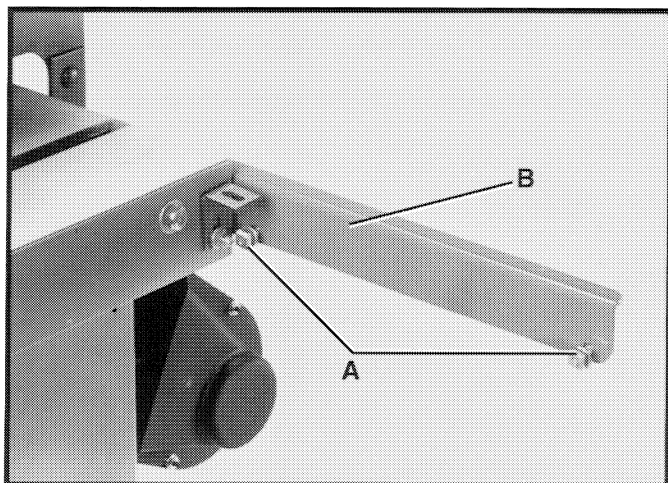
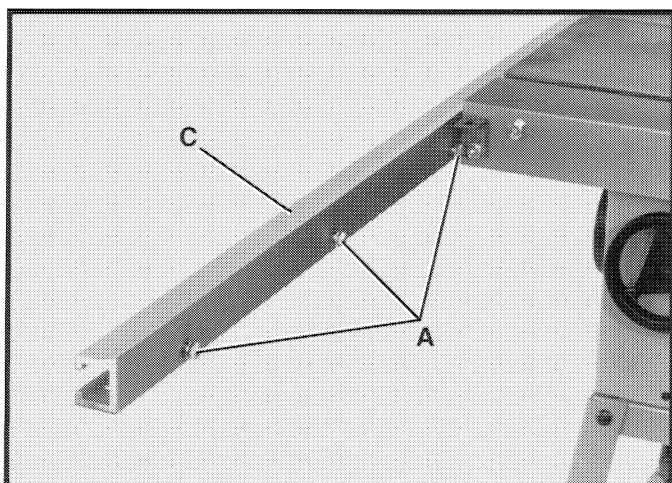
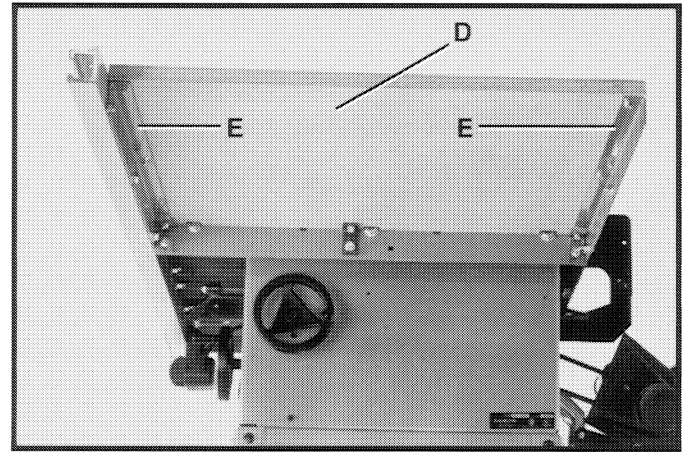
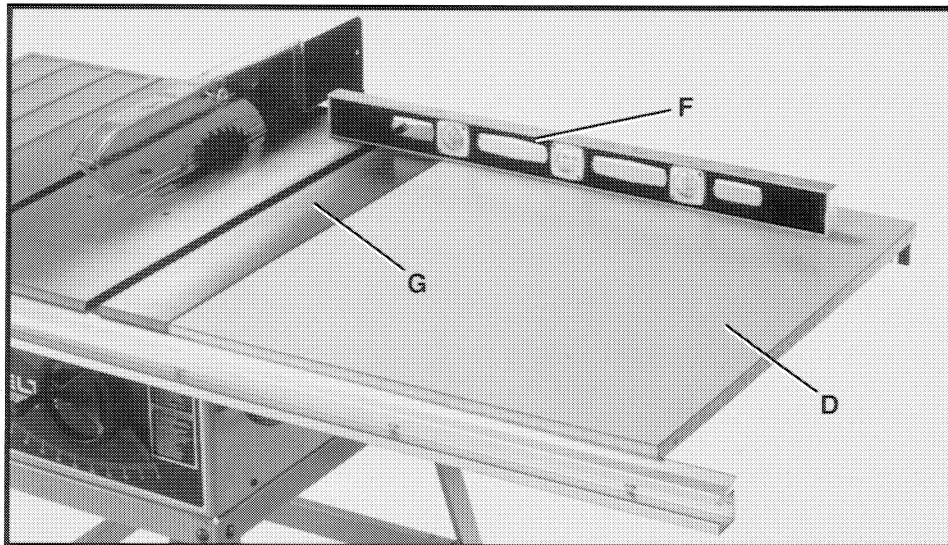

Fig. 38
Fig. 39
Fig. 40
Fig. 41
1. Ensamble flojamente dos pernos de carrocería de 1/4-20 x 3/4 pulg. de largo, arandelas planas de 1/4 pulg. y tuercas cuadradas de 1/4-20 (A) Fig. 38 al soporte trasero (B), como se ilustra aquí.
2. Ensamble flojamente tres tornillos de cabeza hexagonal de 1/4-20 x 5/8 pulg. de largo (A) Fig. 39, arandelas planas con diám. int. de 1/4 pulg. y tuercas cuadradas de 1/4-20 al riel de guía largo delantero (C) según se ilustra. Las tuercas cuadradas deben estar dentro del canal del riel de guía (C).
3. Coloque la mesa (D) Fig. 40 con los soportes delanteros y traseros de la mesa (E) entre el soporte trasero (B) Fig. 38 y el riel de guía delantero (C) Fig. 39. Las ranuras en los soportes de mesa (E) Fig. 40 deben caber entre la arandela plana (A) y el soporte de mesa (B) Fig. 38, y la arandela plana (A) y el riel de guía (C) Fig. 39.
4. Utilizando una regla (F), como se ilustra en las Figs. 41 y 42, ajuste la mesa (D) hasta que esté paralela con y en el mismo plano que la mesa de la sierra (G).
5. Cuando esté seguro de que la mesa (D) Figs. 41 y 42 esté nivelada con la mesa de la sierra (G), apriete toda la herramienta de ensamblaje ilustrada por debajo de la mesa en la Fig. 40.